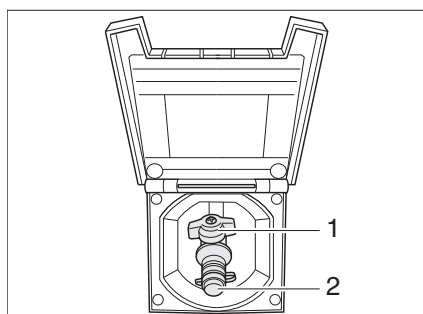

Fig. 85 Toma exterior de gas, válvula de paso de gas cerrada
La toma externa de gas (Fig. 85) está, en función del modelo, en la parte trasera o en el lado izquierdo o derecho del vehículo.
- Conectar el aparato de gas externo en el punto de conexión (Fig. 85,2).
- Abrir la válvula de paso de gas (Fig. 85,1).